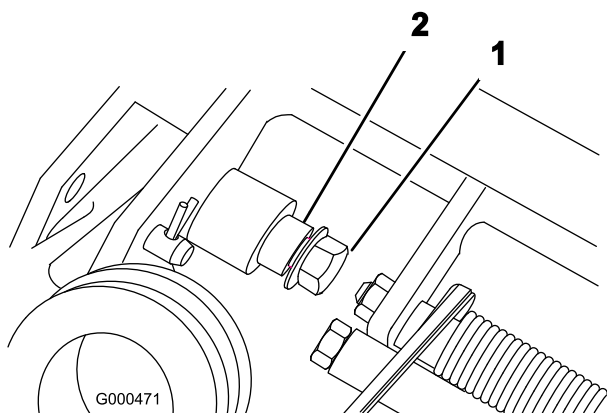

Figura 8
1. Togliete il dado di bloccaggio flangiato dalla vite a testa cilindrica e dal perno girevole da ciascun lato del tosaerba (Figura 8).